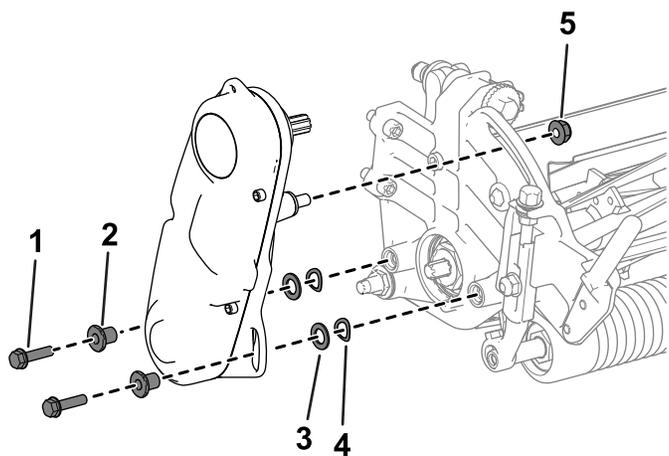

図 43
2. リール駆動アセンブリをサイドプレートに固定している部品を外す 図 43。
3. サイドプレートから、リール駆動アセンブリ、平ワッシャ、スプリングワッシャ、スペーサを外す 図 43。